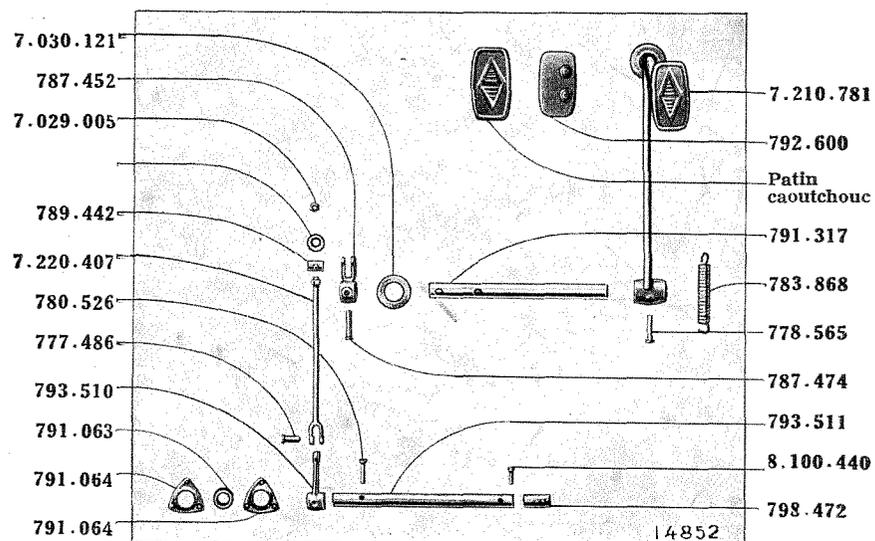

Fig. 54. — Pédale et commande de débrayage.
X.7.030.121 — Rondelle AD 20 d'axe des pédales. (Voir fig. 54.) 1
(Voir fig. 54.)